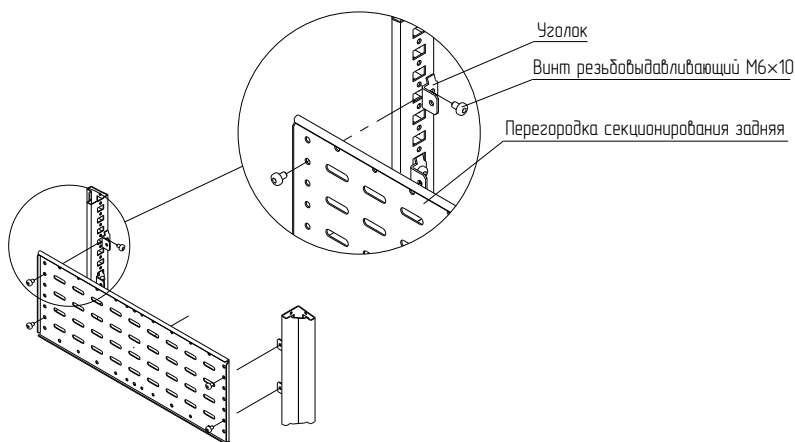

Рисунок 139
4.46.4 Установить перегородку секционирования заднюю на кронштейны и закрепить винтами M6x10 (рисунок 139). Момент затяжки – 7 Н·м.